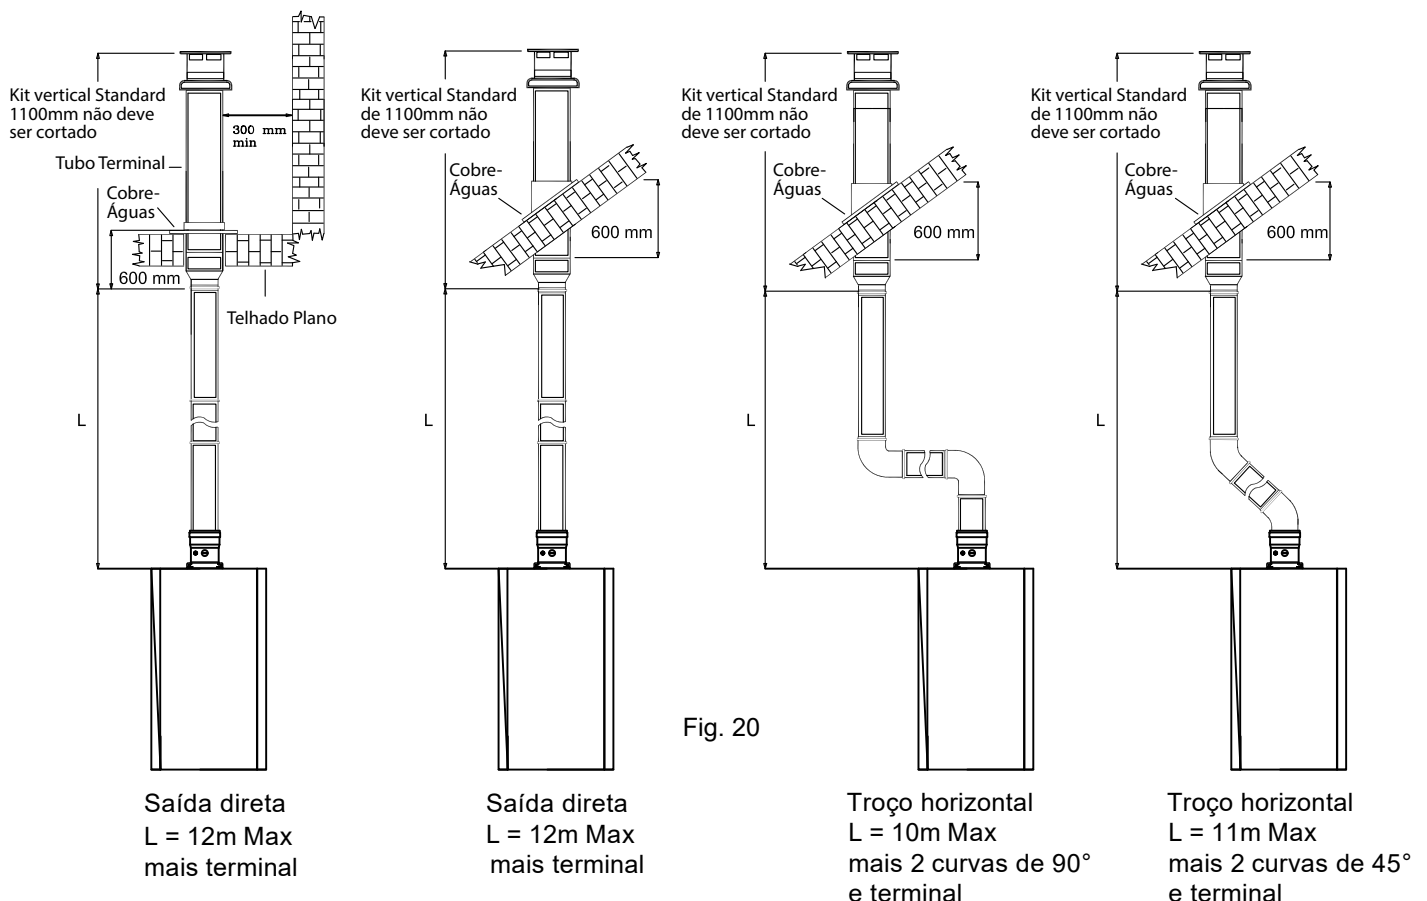

Fig. 20
Certifique-se de que o comprimento máximo admissível da conduta não seja excedido (fig. 20 e consulte a tabela 5). Marque os dois orifícios dos parafusos de fixação na parede e retire o modelo da parede. Use um diâmetro uma broca de 10 mm para fazer os 2 furos. Aperte os dois parafusos de fixação. Posicione o início da conduta de exaustão e aperte os dois parafusos na flange de exaustão (fig. 22 item 66). Verifique que a junta está corretamente encaixada.